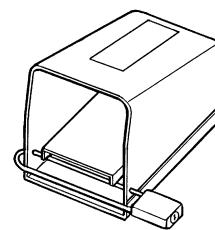

Figura 1 – Interruptor de Pie con pestillo
- Cuando no se use, ponga el pestillo en el interruptor de pie (**Figura 1**). Esto evita la puesta en marcha involuntaria de la máquina.